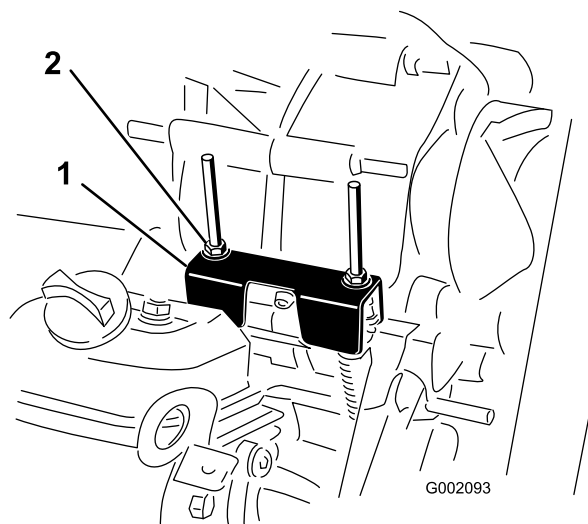

Figura 28
Sempre que for necessário efectuar operações de manutenção programada e/ou diagnósticos do motor, deverá colocar a alavanca de mudanças na posição de ponto morto (Figura 28). A alavanca de mudanças do veículo possui uma posição de ponto morto que controla a posição neutra do eixo transversal. Deverá executar as seguintes operações para se certificar de que a alavanca de mudanças controla a posição neutra do eixo transversal de forma correcta:
2. Certifique-se de que o suporte de ponto morto está na posição de ponto morto (nível do suporte do cabo ao capot situado por baixo do suporte das mudanças), rodando a embraiagem (Figura 28).
3. Aperte uma das porcas de bloqueio (Figura 28) para atingir uma folga de 0,76–1,52 mm.